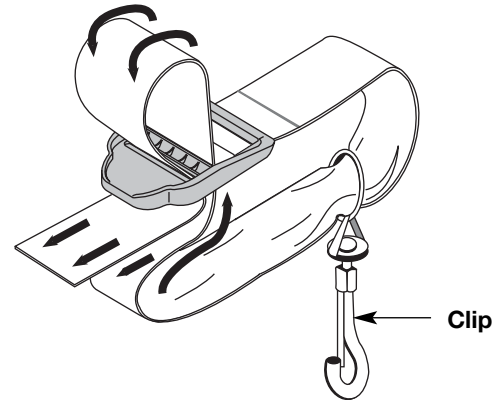

Fig. 6
- Tirez la bande par-dessus la traverse et à travers la fente de la boucle (Fig. 6).
4. Versez tout le contenu de la bouteille d'huile dans le carter-moteur (Fig. 6).